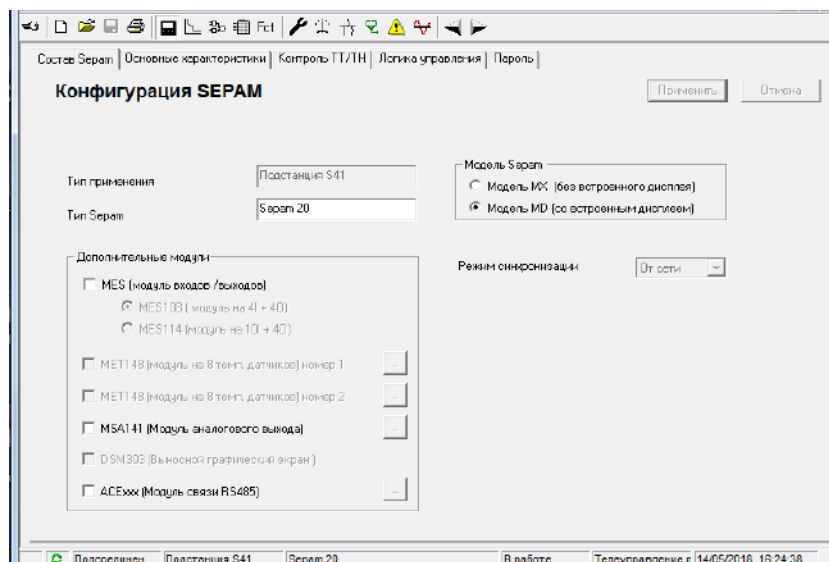

Рисунок 7.2 – Окно «Конфигурация SEPAM»
7. Открыть вкладку «Конфигурация Seram» (рис. 7.2). В данной работе используется расширительный модуль MES114, следует установить «галочку» напротив. Обозначить название блока, например, «Seram 40». Модель блока выбрать «MD» (со встроенным дисплеем). В текстовом поле «Тип Seram» указать тип – АПВ.